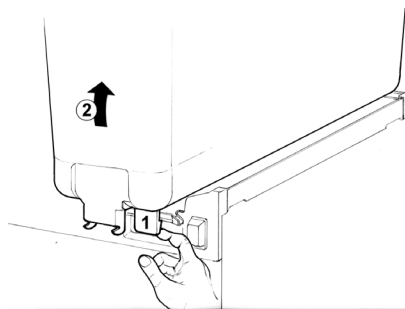

figura 1
- 2** Togliere il contenitore vuoto sollevandolo dal lato rubinetto e sfilandolo dalla guarnizione (vedere figura 1).